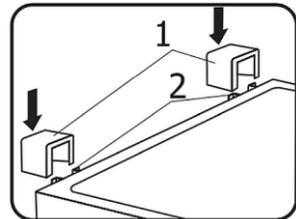

Fig. 4
8. Pegue nos dois suportes (1) e insira-os nas guias (2) no topo do painel traseiro (fig. 4).